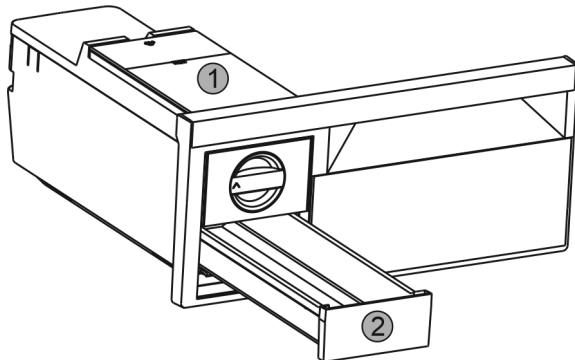

Fig. 38
- ▶ Wassertank *Fig. 38 (1)* und Eiswürfel-Schubfach *Fig. 38 (2)* entnehmen.